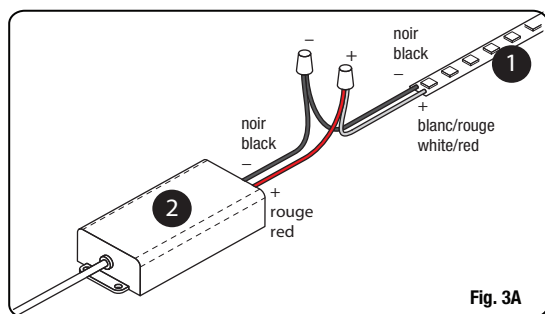

Fig. 3A
3. Effectuer les connexions électriques (Fig. 3A, Fig. 3B, Fig. 4 et Fig. 5).
HARDWIRE CONNECTION (Fig. 3A).
CONNEXION À RACCORDEMENT FIXE (Fig. 3A).